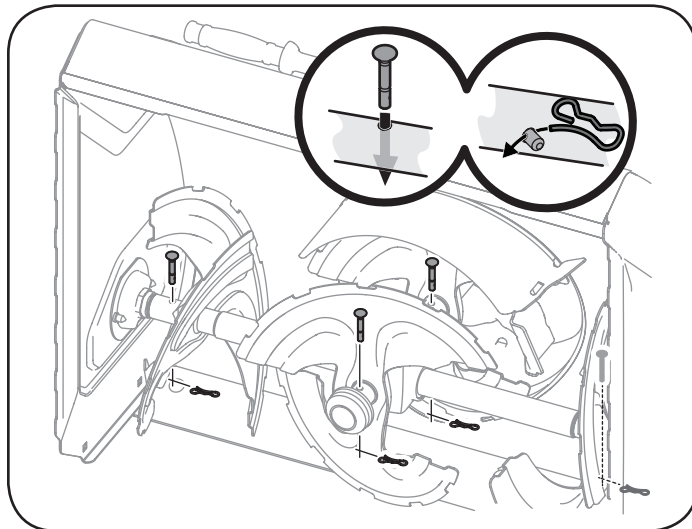

Figura 51
- Las barrenas centrales y laterales del acelerador están ajustadas al eje espiral mediante pasadores de cuchilla color negro (Pieza del fabricante del equipo original 738-05273). Consulte la Figura 51.